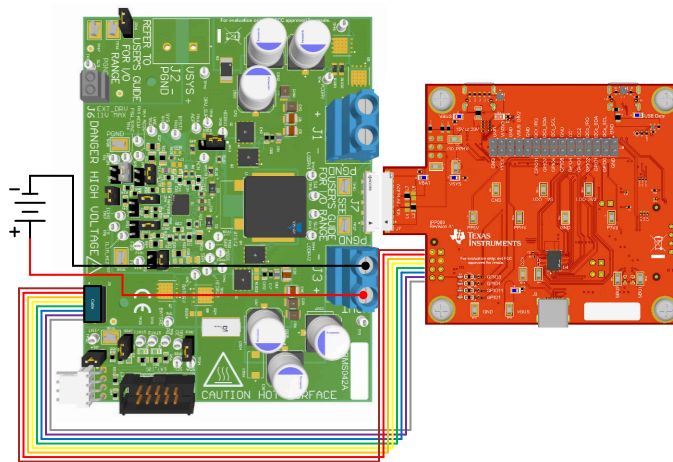

図 4-4. TPS25751EVM および BQ25756 (E) EVM のハードウェア セットアップ
4. リボン ケーブルのもう一方の端を BQ25756 (E) EVM の J8 ヘッダに接続します。図 4-4 に包括的な設定を示します。